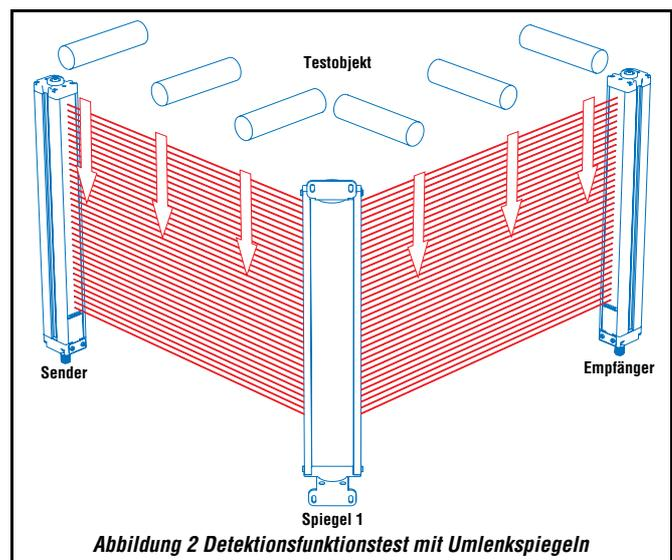

Abbildung 2 Detektionsfunktionstest mit Umlenkspiegeln
11) Testen Sie das Schutzfeld in jedem Abschnitt des Erfassungswegs (z. B. vom Sender zum Spiegel, zwischen Spiegel und Empfänger, siehe Abbildung 2 auf Seite 4). □